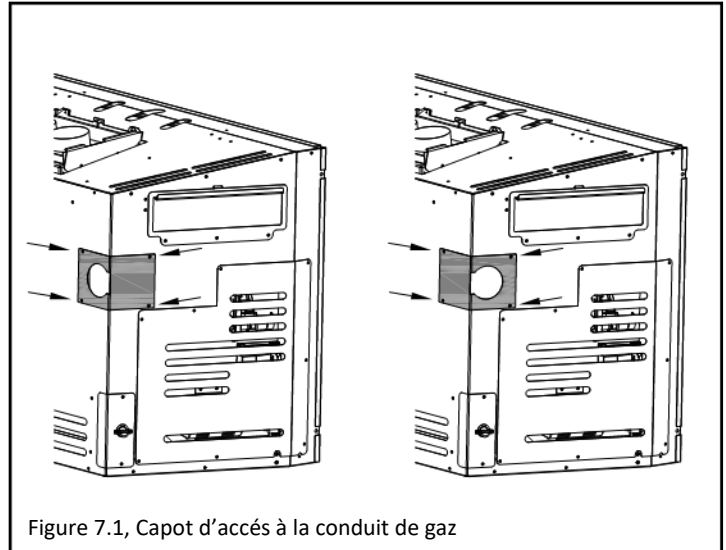

Figure 7.1, Capot d'accès à la conduit de gaz
1. Retirez les (4) vis fixant le couvercle de l'orifice d'accès de la conduite de gaz.
2. Suivez la Figure 7.1 pour positionner le couvercle de l'orifice d'accès de la conduite de gaz nécessaire à votre installation.